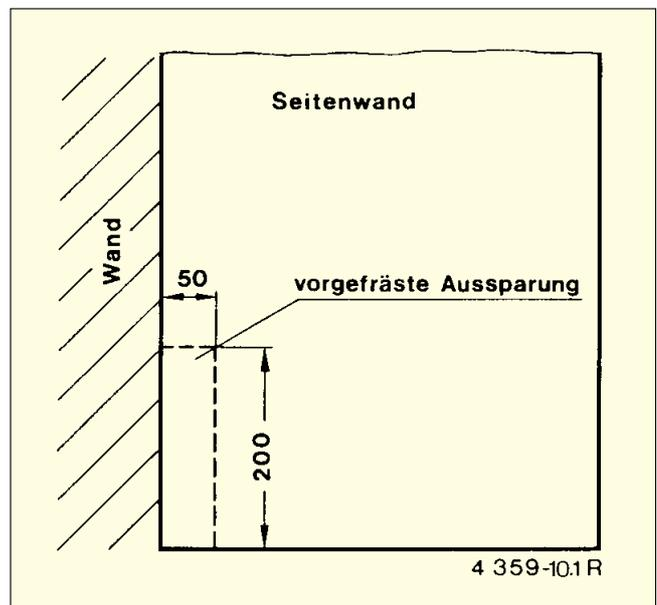

Bild 40
- Beim seitlichen Verziehen der Anschlußleitungen durch die GWZ-1 Ummantelung (Zubehör Nr. 601) sind die Maße der Aussparung (siehe Bild 40) in den Seitenteilen der Ummantelung zu beachten.